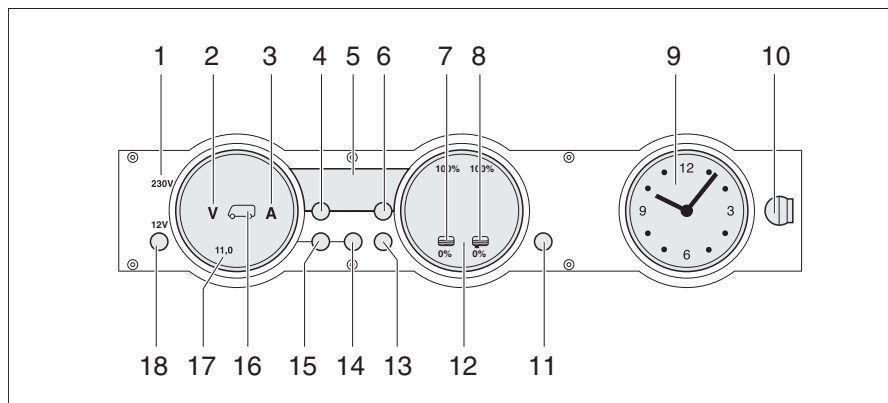

Fig. 259 Pannello di controllo MP 20-T
La spia di controllo 230 V (Fig. 259,1) si accende quando all'ingresso della centralina elettrica è presente una tensione di rete.
L'interruttore principale 12 V (Fig. 259,18) inserisce o disinserisce il pannello di controllo e l'alimentazione a 12 V dell'abitacolo.
- Premere brevemente il tasto "12 V" (Fig. 259,18). L'alimentazione a 12 V dell'abitacolo è inserita. L'indicatore di controllo "12 V" si accende.
- ▷ Se dopo l'accensione il LED "11,0" dell'indicatore dei volt e il simbolo dei Volt "V" (Fig. 259,2) lampeggiano nell'indicatore delle batterie (Fig. 259,17), la tensione della batteria dell'abitacolo è insufficiente. Caricare la batteria.
- ▷ Se dopo l'accensione l'indicatore di controllo "12 V", il simbolo della batteria dell'abitacolo (Fig. 259,16) e il simbolo dei Volt "V" (Fig. 259,2) lampeggiano per tre volte, significa che la separazione della batteria è attivata. Disattivare la separazione della batteria.
- Premere brevemente il tasto "12 V" (Fig. 259,18). L'alimentazione a 12 V dell'abitacolo è disinserita. L'indicatore di controllo "12 V" si spegne.
- Premere il tasto della batteria dell'abitacolo (Fig. 259,14) e tenerlo premuto per circa 10 secondi. Il simbolo dei Volt "V" (Fig. 259,2) e il simbolo degli Ampere "A" (Fig. 259,3) lampeggiano tre volte. La batteria dell'abitacolo è separata dalla rete di bordo a 12 V.
- Premere il tasto "12 V" (Fig. 259,18) e tenerlo premuto per 5 secondi. Il simbolo dei Volt "V" (Fig. 259,2) lampeggia tre volte. La batteria dell'abitacolo è collegata alla rete di bordo a 12 V. L'indicatore di controllo si accende dopo circa 2 secondi.
- Premere il tasto della batteria dell'abitacolo "🔋" (Fig. 259,14). Il simbolo dei Volt "V" (Fig. 259,2) si accende. Il simbolo degli Ampere "A" si accende con luce bianca o rossa a seconda del livello di carica o scarica delle batterie. La tensione della batteria e la corrente della batteria dell'abitacolo sono indicate dai LED sul pannello di controllo.
- Premere il tasto della batteria di avviamento "🔋" (Fig. 259,15). Il simbolo dei Volt "V" (Fig. 259,2) si accende. La tensione della batteria della batteria di avviamento viene indicata attraverso i LED nell'indicatore.
- Premere il tasto dei serbatoi "" (Fig. 259,13). I simboli del serbatoio dell'acqua "" (Fig. 259,7) e del serbatoio delle acque grigie "" (Fig. 259,8) si accendono. I livelli di riempimento del serbatoio dell'acqua (scala a sinistra) e del serbatoio delle acque grigie (scala a destra) vengono visualizzati mediante i LED nell'indicatore.
Il simbolo Volt "V" (Fig. 259,2) e il LED "11,0" iniziano a lampeggiare non appena la tensione della batteria scende al di sotto di 11 V (misurazione durante il normale esercizio) con conseguente rischio che la batteria si scarichi totalmente.
Il simbolo del serbatoio dell'acqua "☰" (Fig. 259,7) o il simbolo del serbatoio delle acque grigie "☷" (Fig. 259,8) lampeggia se il serbatoio dell'acqua è vuoto o il serbatoio delle acque grigie è pieno.
Attraverso l'indicazione digitale (Fig. 259,5) è possibile visualizzare la temperatura interna e la temperatura esterna.
- Premere il tasto della temperatura interna "☷" (Fig. 259,4). Viene indicata la temperatura interna.
- Premere il tasto della temperatura esterna "☰" (Fig. 259,6). Viene indicata la temperatura esterna.